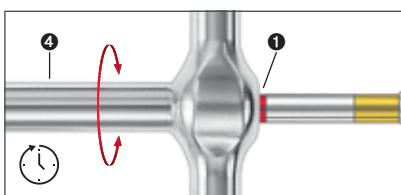

Abb. 07
**! Beim Erscheinen des roten Farbring1 am hinteren Ende des T-Griffes3 darf nicht weitergedreht werden, da sonst die Gefahr der Beschädigung des Aufspreizers besteht! (siehe Abb. 07)**